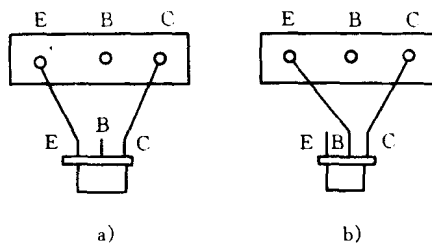

图 1-4 测 I_{CEO} 与 I_{CBO} 晶体管接法
(1) h_{FE} 的测量 先转动开关至晶体管调节 ADJ 位置上，将红黑测试棒短接，调节零欧姆调节电位器，使指针对准 $300h_{FE}$ 刻度线上，然后转动开关到 h_{FE} 位置，将要测的晶体管脚分别插入晶体管测试座的 CBC 管座内，指针偏转所示数值约为晶体管的 h_{FE} 值。N 型晶体管应插入 N 型管座内，P 型晶体管应插入 P 型管座内。
(2) I_{CEO} 与 I_{CBO} 的测量 I_{CEO} 为集电极与发射极间的反向截止电流（基极开路）。 I_{CBO} 为集电极与基极间的反向截止电流（发射极开路）。转动开关至 $\Omega \times 1k$ 档，将测试棒两端短路，调节零欧姆调节电位器，使指针对准零欧姆上（此时满刻度电流值约为 $90\mu\text{A}$ ）。分开测试棒，然后将欲测的晶体管按图 1-4 所示插入管座内，此时指针指示的数值约为晶体管的反向截止电流值。指针指示的刻度值乘上 1.2 即为实际值。